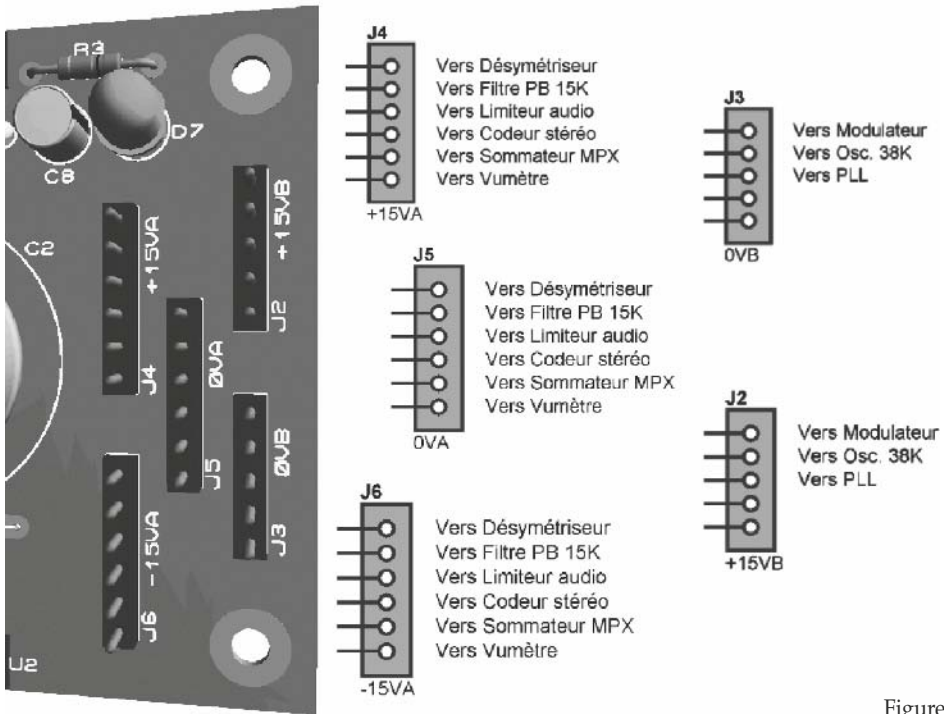

Figure 6.31
**Tentatoo** – Du moment que vous faites bien attention au type de borne de sortie, oui. Une fois tous les câbles posés, vous les fixerez sans doute ensemble pour faire plus propre, aussi vaut-il mieux bien repérer l'ensemble pour pouvoir dépanner plus facilement le cas échéant. Pour cela, j'ai constitué un petit « guide » de câblage que vous pouvez adopter si vous le souhaitez (**figure 6.31**). Un conseil : commencez par câbler les bornes situées le plus au bord du circuit imprimé, car si vous commencez par souder des fils sur les bornes J4 et J6 (les plus proches du condensateur C2), vous aurez un peu de mal à accéder ensuite aux autres bornes.